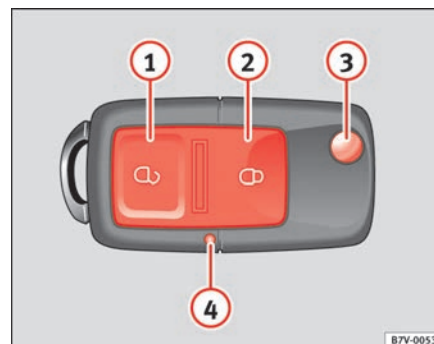

Fig. 61 Teclas de la llave con mando a distancia
Al girar *una vez* la llave en la cerradura de la puerta del conductor, en la dirección de apertura, o al pulsar una vez la tecla ⇒ **página 100, fig. 61 ①** de la llave con mando a distancia, se desbloquea únicamente la puerta del conductor.
- Pulse la tecla  ⇒ fig. 61 ① del mando a distancia para desbloquear todas las puertas y el portón trasero.
- Pulse la tecla  ⇒ fig. 61 ② del mando a distancia para bloquear todas las puertas y el portón trasero.
Al pulsar alguna de las teclas, el testigo de la pila de la llave ⇒ fig. 61 ④ se enciende.
Con la tecla ⇒ fig. 61 ③ del mando, se desbloquea el paletón de la llave.
- Pulse una vez la tecla de apertura  $\Rightarrow$ página 100, fig. 61 .
Si se pulsa la tecla  $\Rightarrow$ página 100, fig. 61  repetidamente fuera del radio de acción, puede darse el caso de que ya no se pueda abrir o cerrar el vehículo con el mando. En ese caso, debe sincronizarse de nuevo la llave con mando a distancia.
Si el testigo de la pila del mando a distancia ⇒ página 100, fig. 61 ④ no se enciende al pulsar las teclas, debe reemplazar en breve la pila.
⇒ página 100, fig. 61 ③.